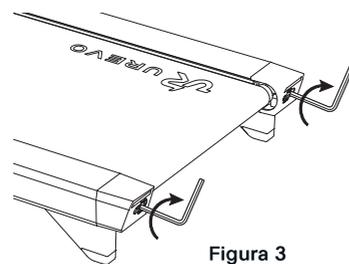

Figura 3
2. Con la llave hexagonal gire 1/2 de vuelta en sentido horario los tornillos de dos rodillos tensores (por favor consulte la figura 3).